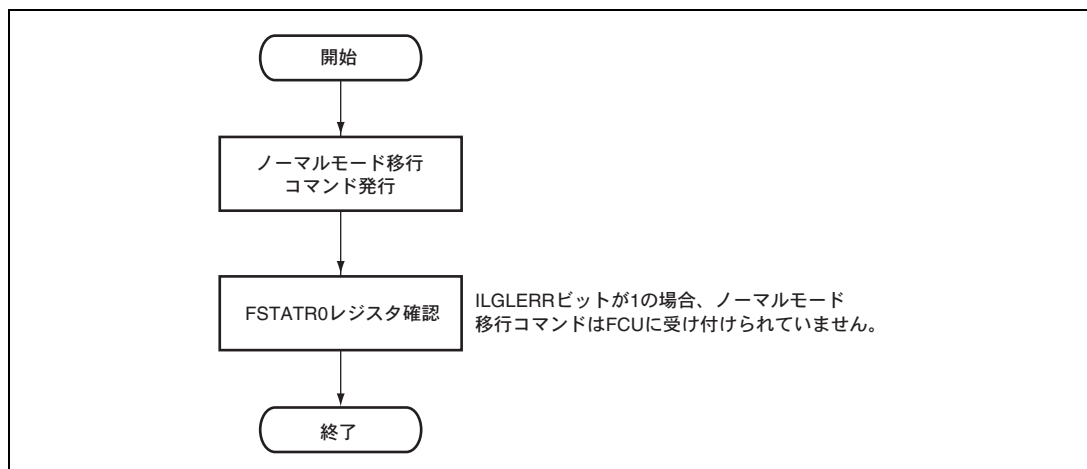

図 23.17 ROM P/E ノーマルモード移行コマンド使用方法
ROM P/E ノーマルモードへの移行方法には、ROM リードモード時に FENTRYR レジスタを設定する方法（「23.6.3 (1) FCU RAM へのファームウェア転送方法」を参照）と ROM P/E モード時にノーマルモード移行コマンドを発行する方法（図 23.17）があります。ステータスリードモード移行、ロックビットリードモード移行コマンドの使用法もノーマルモード移行コマンドの使用法と同様です。